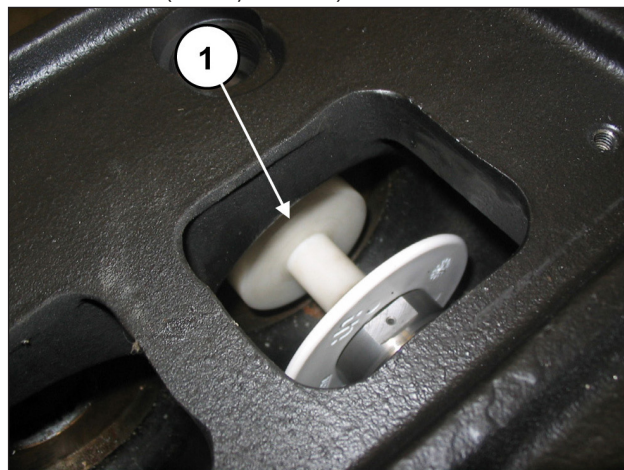

Abb. 134
Drehen Sie die Welle von Hand so, dass die drei Kolben schrittweise an ihren oberen Totpunkt bewegt werden, und setzen Sie den Dorn Art. 27516600 zwischen Kolbenführung und Kolben ein (Pos. ①, Abb. 134).